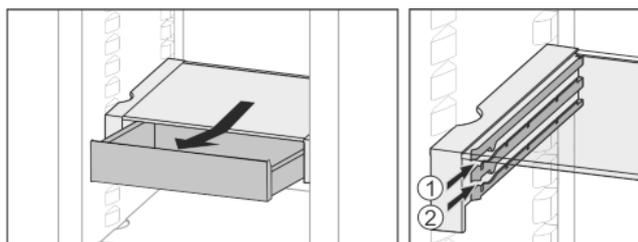

Fig. 20
- ▶ In beliebiger Höhe *Fig. 20 (1)* oder *Fig. 20 (2)* einschieben.